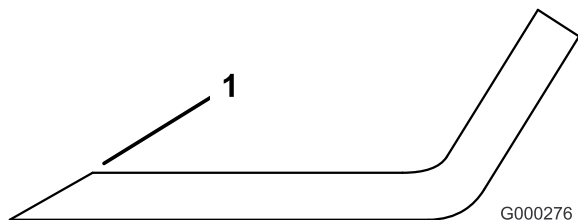

図 83
3. 全部のブレードの切っ先を丁寧に点検する。切っ先が鈍くなっていたり欠けていたりした場合には研磨する。研磨は刃先の上面だけに行い、刃の元々の角度を変えないように十分注意する [図 83]。ブレードの左右を均等に削